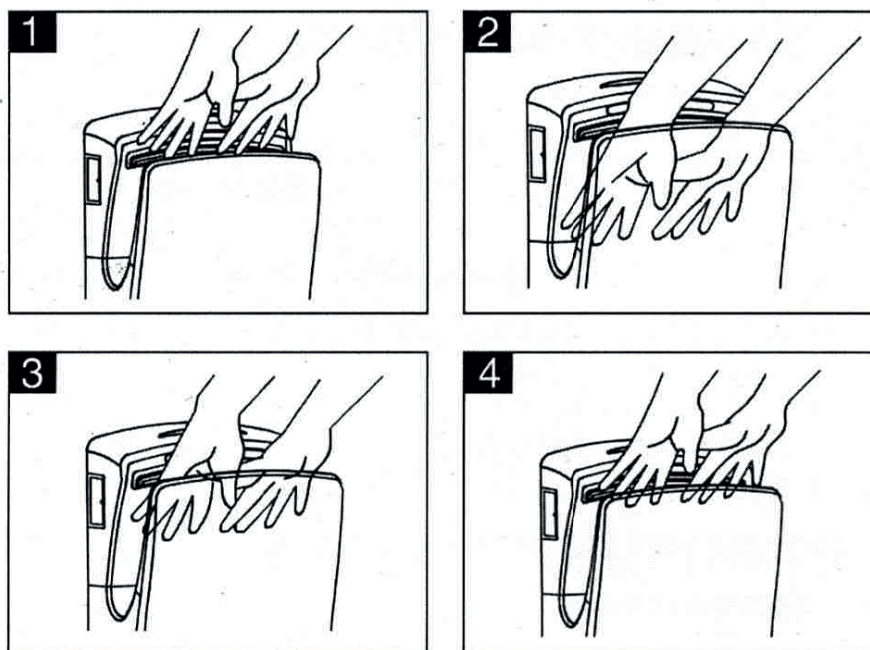

fig.6
- Legen Sie die Hände in das apertu_re (siehe Abb.6).
- Place hands into the apertu_re (see fig.6).